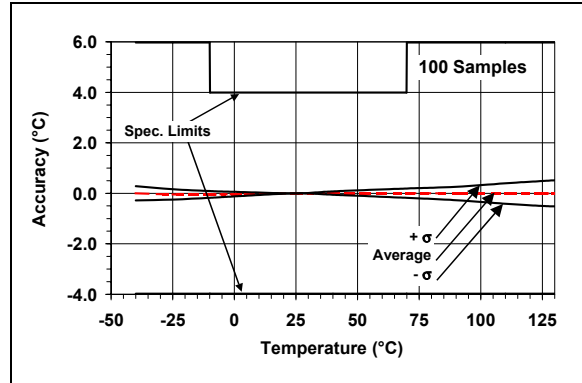

图 4-2: MCP9700 校准后的传感器精度
要使用传感器补偿技术进一步提高精度，请参见 AN1001, “IC Temperature Sensor Accuracy Compensation with a PICmicro[®] Microcontroller” (DS01001)。该应用笔记说明除了室温下进行校准外，如果对 MCP9700 进行进一步的补偿可使传感器的精度在整个工作温度范围内提高到 $\pm 0.5^{\circ}\text{C}$ (典型值) (图 4-2)。
- 增加了图 4-2 和相应的说明